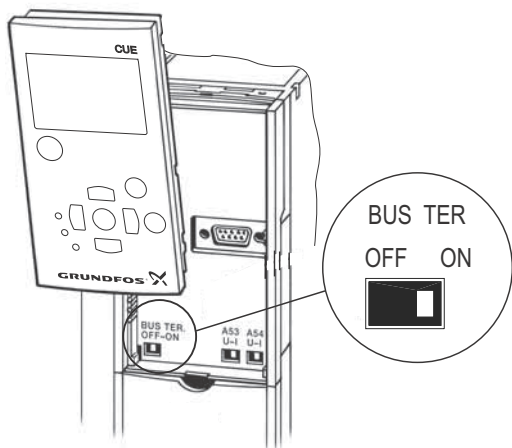

Abb. 28 Umstellen des Kontakts für den Abschlusswiderstand auf "ON"
Das Bezugspotential (Masse) für die Kommunikation über die RS-485-Schnittstelle (Y) ist an Klemme 61 anzuschließen. Werden mehrere CUE-Frequenzumrichter an das GENIbus-Netzwerk angeschlossen, muss der Abschlusswiderstand am letzten CUE-Frequenzumrichter auf "ON" gesetzt werden (Abschlusswiderstand der RS-485-Schnittstelle). Die Werkeinstellung für den Abschlusswiderstand ist "OFF" (kein Abschlusswiderstand). Zum Einstellen des Kontakts für den Abschlusswiderstand ist das Bedienfeld abzunehmen. Siehe Abb. 28.